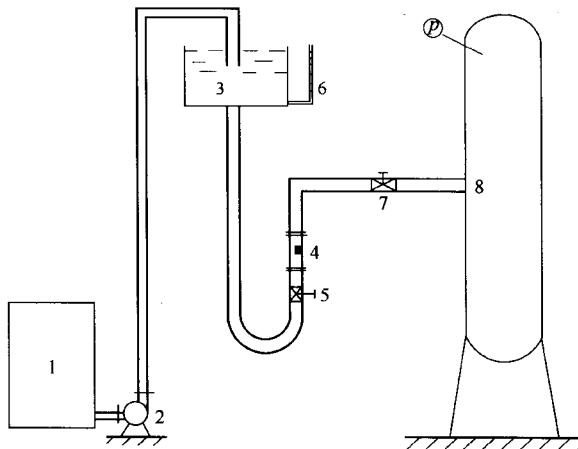

图 1-1 化工生产中的流体流动问题
流体是指具有流动性的物体，包括气体和液体。化工生产中所处理的物料（原料、半成品及成品）大多为流体。这些物料在生产过程中往往需要从一个车间送到另一个车间，从一个设备送到另一个设备。因此流体输送是化工生产中最普遍的单元操作。另外，化工生产中的各项单元操作，无论是物理加工，还是化学反应，绝大部分是在流动的情况下进行的。因此，单元过程进行的优劣、动力消耗及设备投资等都与流体流动状态密切相关。化工生产中的流体流动问题主要有以下几个方面（见图 1-1）。
2. 估算流体流动过程中所需的能量 流体在输送过程中，往往要采用输送机械。为此就必须估算出流体在流动过程中所需的能量，以选用合适的输送机械。如图 1-1 中的 2 所示。
或设备中的流量、压力等参数。测量这些参数的仪器、仪表大多又是以流体力学为理论基础的。如图 1-1 中的 4、6 所示。